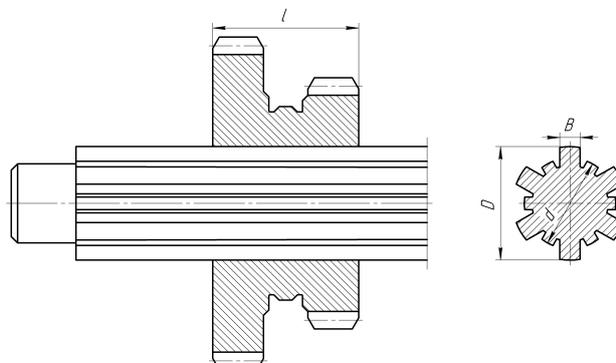

Рис. 1.2. Расчетная схема к задаче № 2
2. Подобрать по ГОСТу подвижное шлицевое соединение блока шестерен с валом коробки скоростей (рис. 1.2) и проверить его на прочность. Блок шестерен переключается не под нагрузкой. Диаметр вала D и передаваемый крутящий момент T приведены в табл. 1.2.